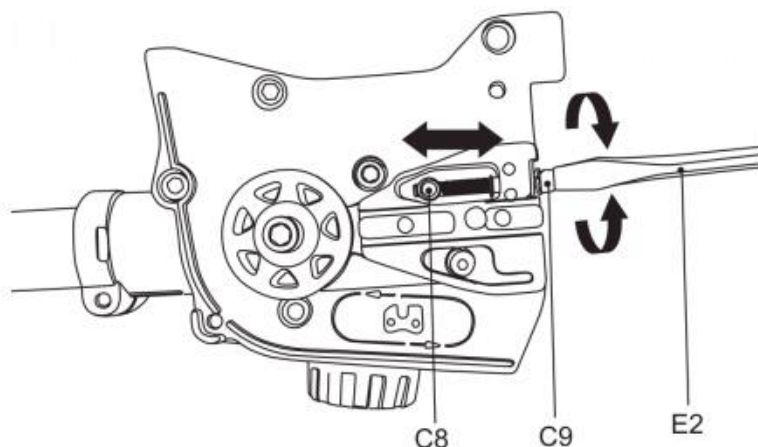

Fig. 9
5) Drehen Sie mit dem Schraubendreher des Multifunktionswerkzeugs (E2) die Kettenspannschraube (C9) gegen den Uhrzeigersinn. Dadurch verschiebt sich der Spannstift (C8) nach links. Drehen Sie die Kettenspannschraube (C9) im Uhrzeigersinn, verschiebt sich der Spannstift (C8) nach rechts. (Abb. 9)